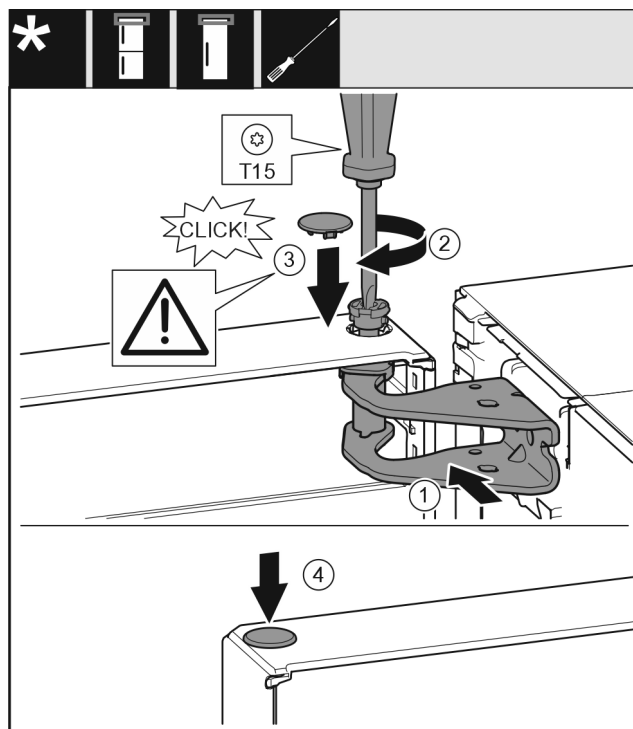

Fig. 58
- Aliniați ușa sus spre deschizătură în suportul de lagăr Fig. 58 (1).
- Introduceți bolțul Fig. 58 (2) și înșurubați-l ferm cu șurubelnița.
- Montați capacul Fig. 58 (3).
- Controlați să fie capacul Fig. 58 (3) așezat pe ușă.
- Montați capacul Fig. 58 (4).